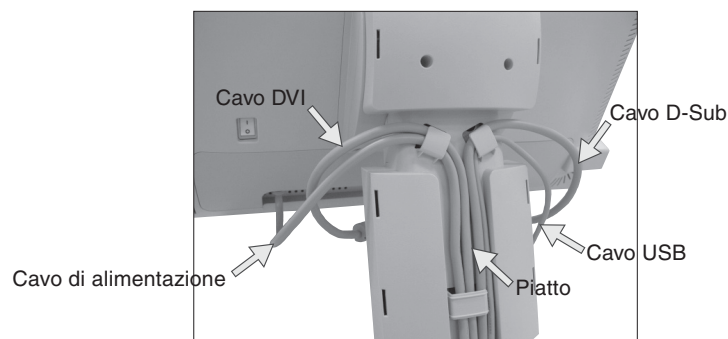

Figura C.4
7. Per fare in modo che la gestione cavi avvenga al meglio, mettere i cavi in quest'ordine: cavo di alimentazione e cavo DVI (**figura C.4**).
8. Inserire il cavo DVI e il cavo di alimentazione nei ganci specifici indicati nella **figura C.4**.
9. Inserire il cavo D-Sub e il cavo USB nei ganci specifici indicati nella **figura C.4**.
10. Assicurarsi che tutti i cavi siano piatti contro il supporto (**figura C.4**).